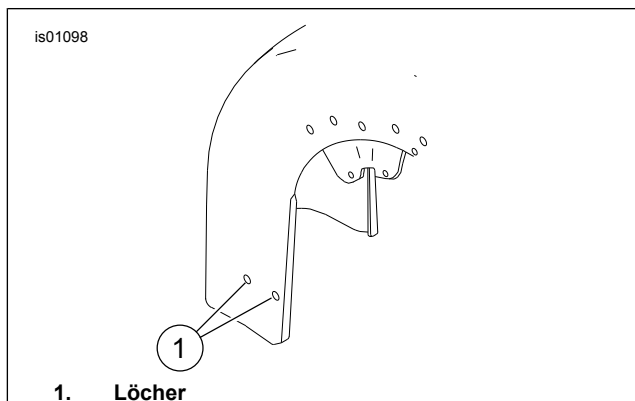

Abbildung 2. Vorderradschutzblech-Zierrahmen – Einbau
1. Siehe Abbildung 2. Schutzblech an der Stelle reinigen, an der der Zierrahmen befestigt (1) wird und diesen Teil des Schutzblechs mit Kreppband überkleben, um den Lack beim Einsetzen des Zierrahmens und Bohren der Befestigungslöcher zu schützen.